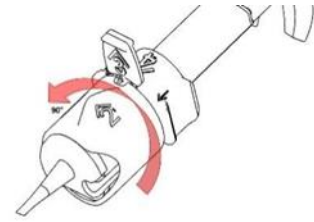

Fig. 2a
5. Drehen Sie den transparenten Drehring gegen den Uhrzeigersinn um 90° wie beschrieben (siehe flacher Pfeil "2" in Fig. 2a) bis er hörbar einrastet.